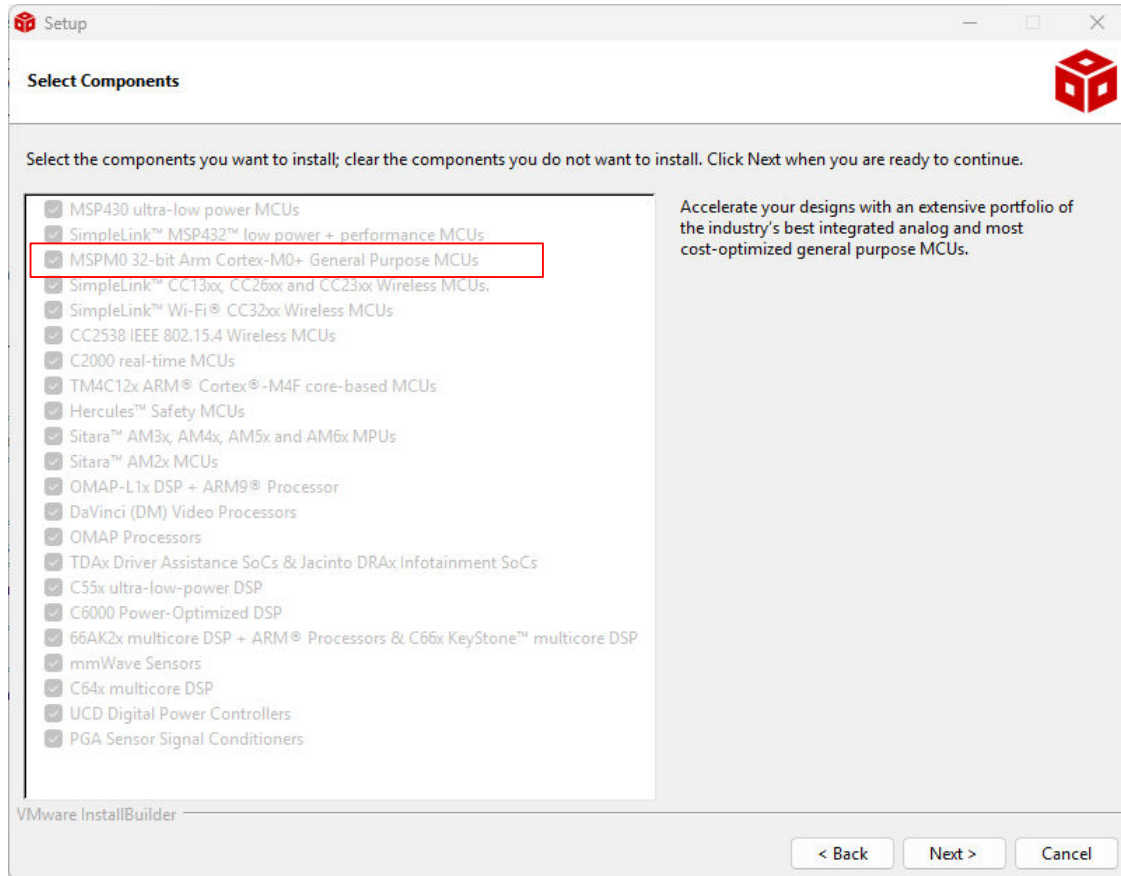

图 3-1. Code Composer Studio 安装过程
- b. 按照安装说明安装 Code Composer Studio。在安装过程中，如果您将 *Setup type* 选择为 *Custom Installation*，请在 *Select Components* 中勾选 **MSPM0 32-bit Arm Cortex-M0+ General Purpose MCUs**，如图 3-1 中红框所示。